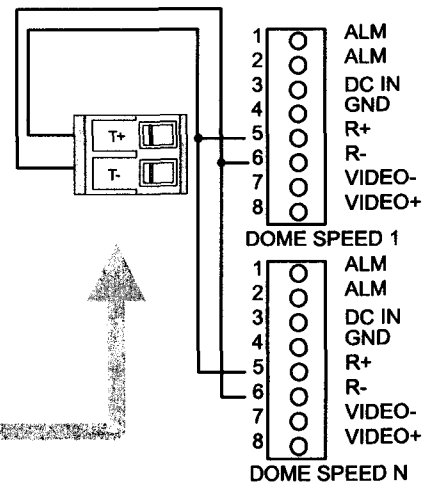

Figure5
2. Anschlussplan Tastatur und der Speed-Dome-Kamera (Figure5)